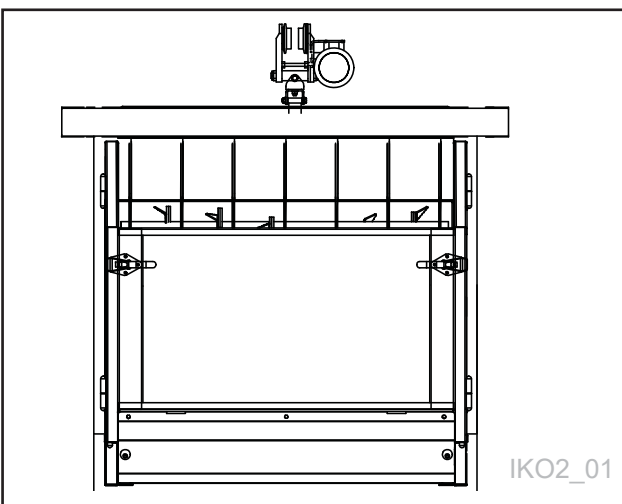

Abb. 10
**Hinweis!** Bei Leistungsmangel muss ggf. die Geschwindigkeit verringert bzw. ein stärkerer Motor oder Vierradantrieb benutzt werden. Es ist wichtig, dass Druck auf die Antriebsräder wirkt. Das Befüllen kann an Kurven, Bögen oder mit einem Schienenöffner erfolgen. Die Schiene kann entweder die IPE 160 mit bis zu 3,5 m Befestigungsabstand oder die IPE 120 mit bis zu 2 m Befestigungsabstand sein. Für die Installation der Schiene die für den jeweiligen Deckentyp geeigneten TKS-Deckenbefestigungen benutzen. Die an einer Schiene montierte Einheit hat zwei angetriebene Radsätze. Die Radsätze haben zwei Geschwindigkeiten. Die Standardgeschwindigkeiten sind 6/25 m/min. **Siehe Abb. 10**